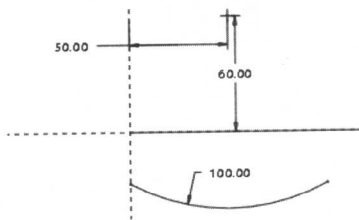

图 1-16
① 单击  按钮，打开【草绘】对话框，选择“使用先前的”选项，单击【草绘】按钮，进入草绘工作界面。
② 绘制如图 1-16 所示的曲线。